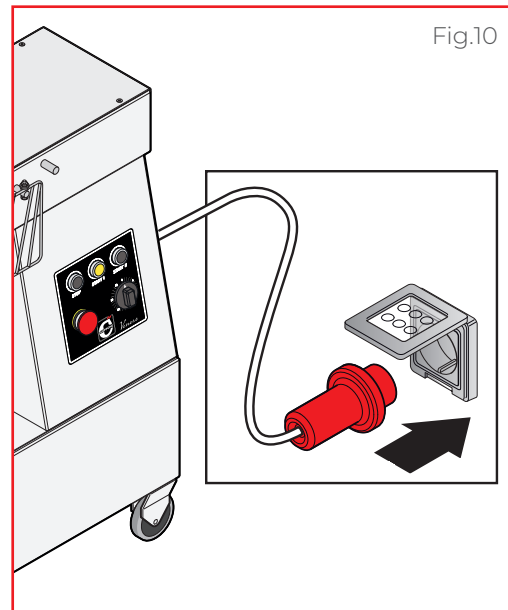

Fig.10
► **Fig.10** Après le branchement, veuillez vous assurer que le câble :